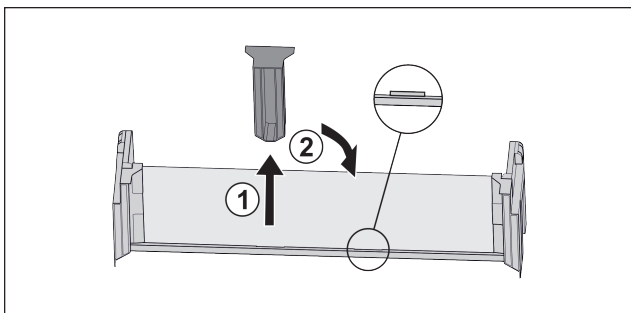

Fig. 96
- ▶ Снимите среднюю поддерживающую деталь Fig. 96 (1).
- ▶ Вставьте среднюю поддерживающую деталь во вторую позицию Fig. 96 (2).